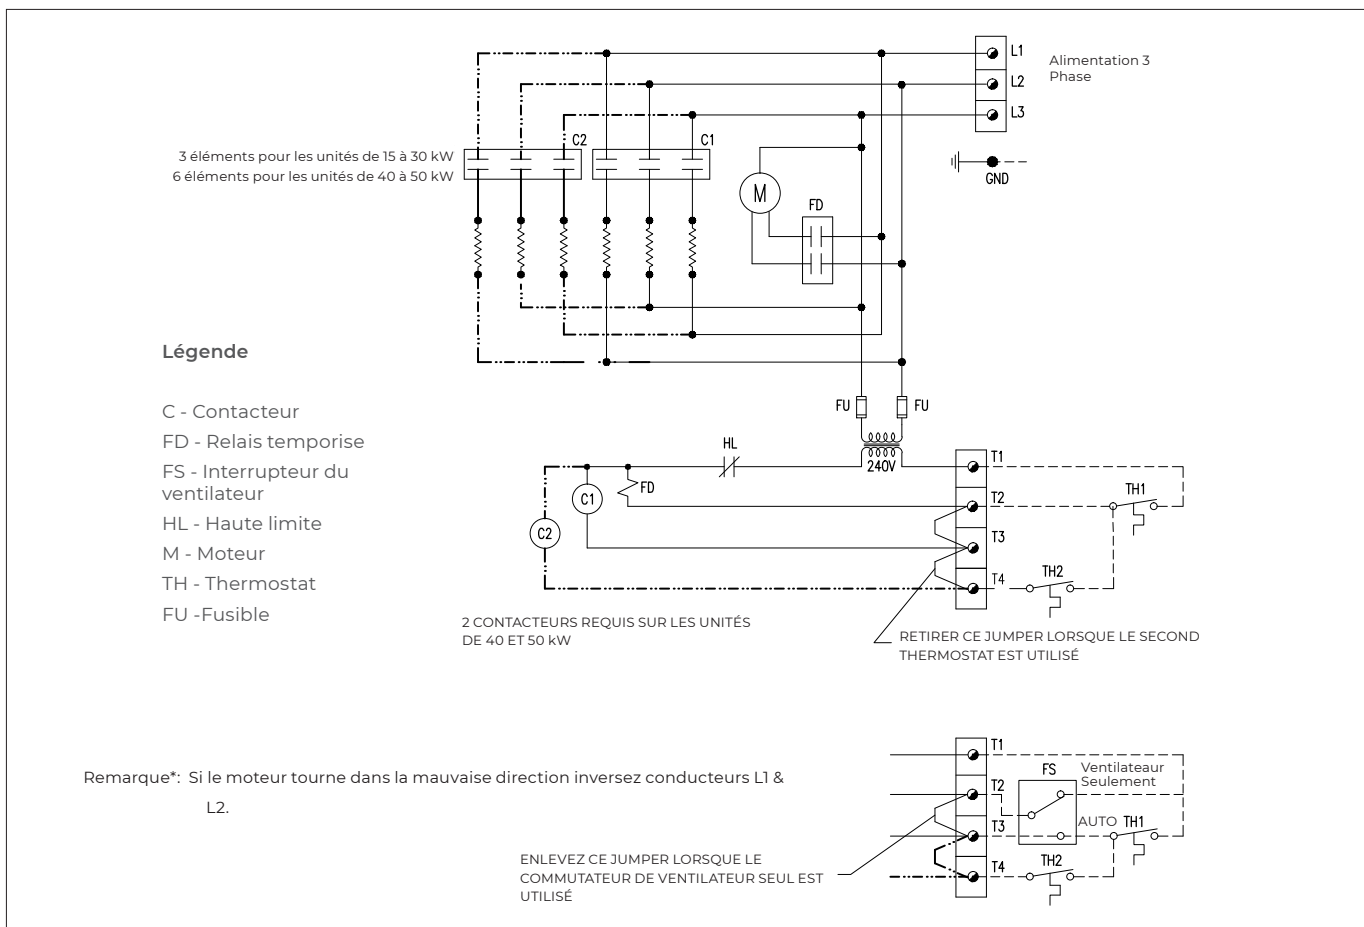

Figure 2 – 480V et 600V avec commandes.
Si les schémas de raccordement des Figures 2 à 7, aux pages 22 à 25, ne correspondent pas à votre configuration, consulter le schéma de raccordement propre à l'appareil qui se trouve à l'intérieur du panneau de commande. Sinon, tous les schémas de raccordement sont accessibles en ligne à l'adresse www.thermon.com.
1. Pour faire fonctionner l'appareil de chauffage, s'assurer que l'alimentation électrique est correctement branchée, comme indiqué dans le schéma de raccordement (se reporter aux Figures 2 à 7, aux pages 22 à 25).
5. Pendant le fonctionnement normal, le dispositif de protection thermique ne doit pas déclencher le cycle Marche (ON) et Arrêt (OFF) de l'appareil de chauffage. Si cela se produit, vérifiez si quelque chose obstrue la circulation de l'air. S'il n'y a aucune obstruction, l'appareil de chauffage doit être examiné par un technicien qualifié afin de déterminer ce qui cause le déclenchement du dispositif de protection thermique.